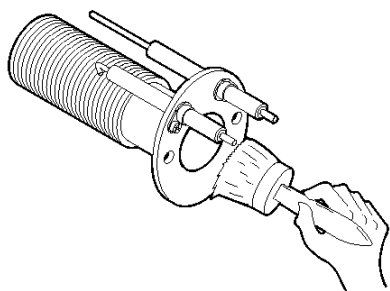

Рис. 11.2.3
- щеточкой аккуратно почистите внутреннюю поверхность головки горелки, не повредив металлическую сеточку (Рис. 11.2.3);